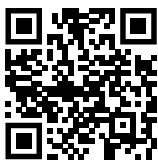

Fig. 133
- ▶ Öffnen sie das Liebherr SmartMonitoring Dashboard. (siehe Fig. 133)